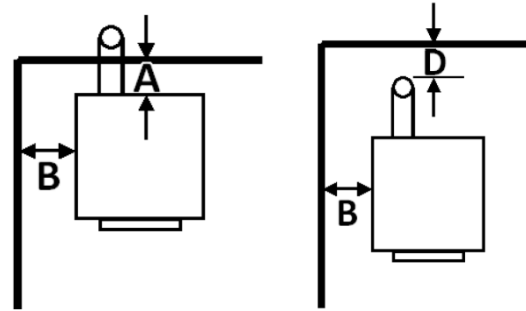

FIGURE 1
Enerzone Bio-45 MF a été testé pour installation dans les résidences et maisons mobiles. (voir figure 1 & 2)
1. Positionnez le poêle en respectant les dégagements mentionnés aux figures 1 & 2.